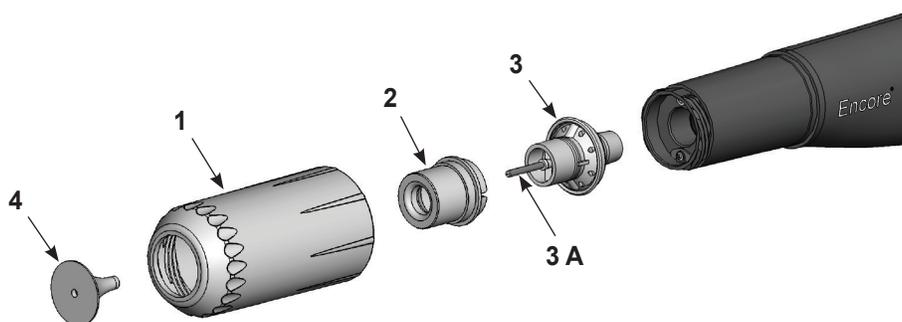

Abbildung 4-2 Optionale Ablenker und Konusdüsen ersetzen
1. Siehe Abbildung 4-2. Den Ablenker (4) zum Ersetzen vorsichtig von der Elektrodenbaugruppe (3) abziehen. Wenn nur der Ablenker ersetzt wird, den neuen vorsichtig auf der Elektrodenbaugruppe installieren und den Elektrodendraht nicht verbiegen.
2. Zum Ersetzen der gesamten Düse die Düsenmutter (1) gegen den Uhrzeigersinn losschrauben.
3. Die Konusdüse (2) von der Elektrodenbaugruppe abziehen.